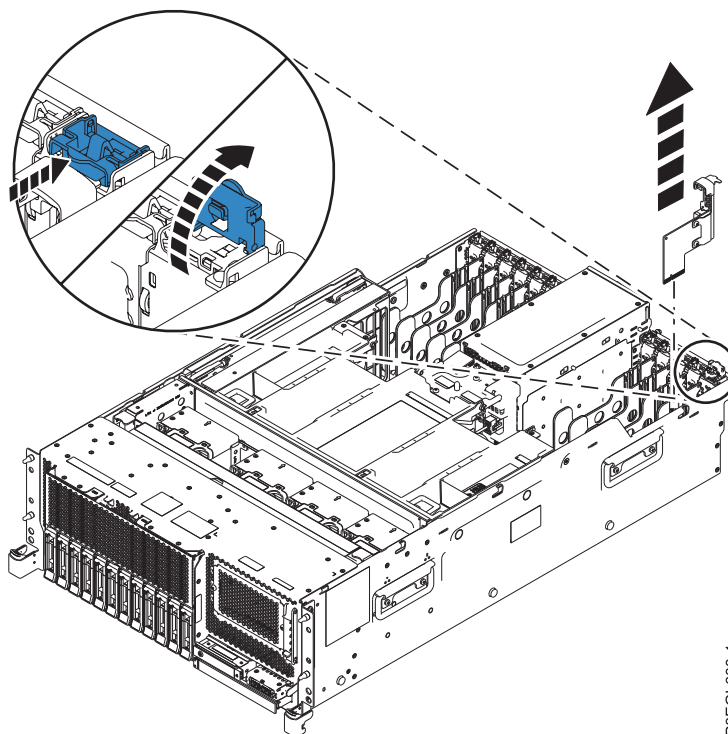
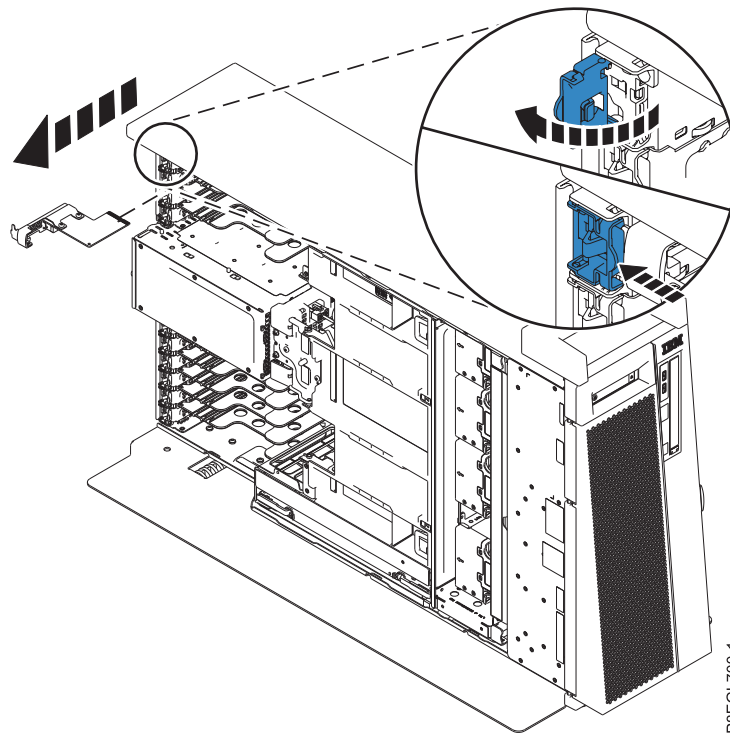

Figure 1. Retrait de la carte d'E-S système d'un système monté en armoire
Figure 2. Retrait de la carte d'E-S système d'un système autonome
2. Déverrouillez le taquet bleu en poussant sur le clip du taquet, puis en soulevant le taquet de verrouillage bleu dans la direction illustrée à la figure 1 et à la figure 2, à la page 5. Cette action déverrouille la carte d'E-S système de son emplacement dans la cloison arrière du système.